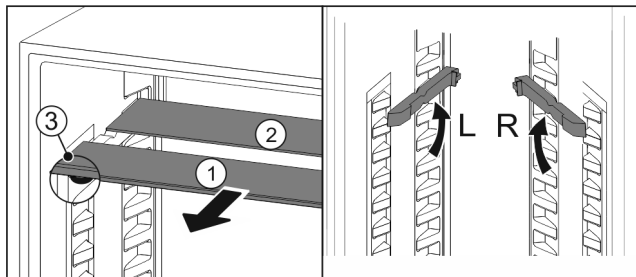

Fig. 147
- Izvucite Fig. 147 (1) staklene ploče jednu po jednu prema naprijed.
- Staklena ploča Fig. 147 (1) s ukrasnom letvicom nalazi se sprijeda.
- Zaustavljači Fig. 147 (3) su usmjereni prema dolje. Uređaji sa zamrzivačem: